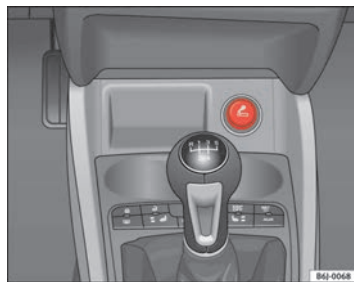

Fig. 82 Accendisigari
- Premere il pulsante dell'accendisigari ⇒ fig. 82 per attivarlo ⇒ .